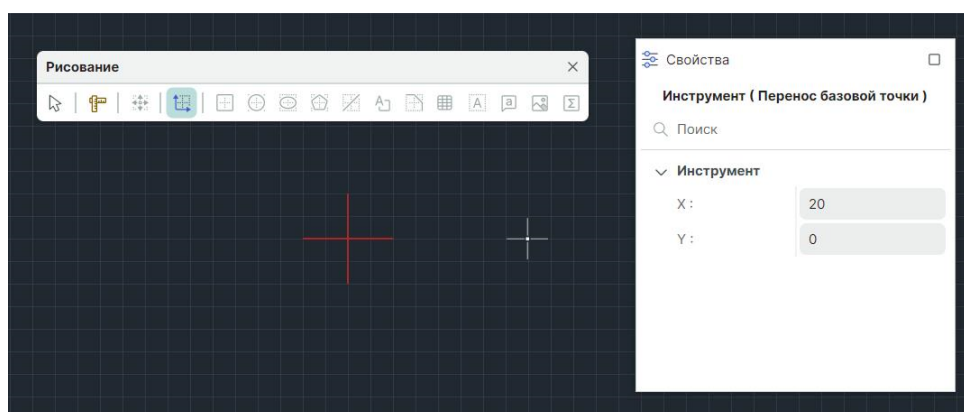

Рис. 218 Вид курсора при работе инструмента «Переместить начало координат»
1. Вызовите инструмент «Переместить начало координат», который доступен на панели «Рисование». Курсор поменяет вид, см. Рис. 218. В панели «Свойства» в динамическом режиме будут отображаться текущие координаты курсора.